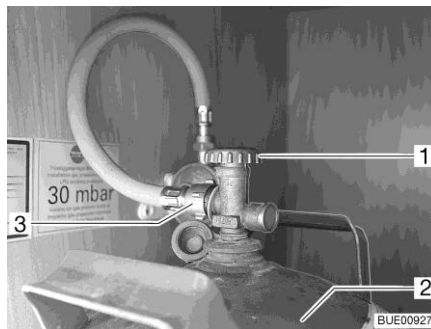

Fig. 186 Caja para bombonas de gas
- Cerrar la llave de paso principal (Fig. 186,1) de la bombona de gas (Fig. 186,2). Observar el sentido de la flecha.
- Desenroscar la goma del gas (Fig. 186,3) de la bombona de gas.